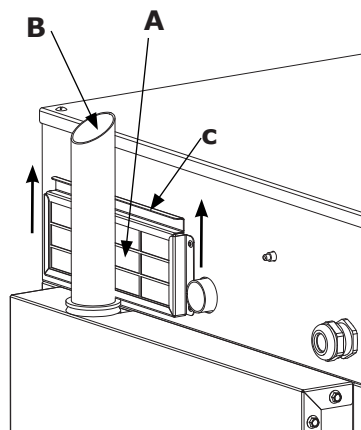

fig. 64
Il filtro si trova sulla parte posteriore del forno (**rif. A - fig. 64**).
1. Afferrare la linguetta del filtro (**rif. C - fig. 64**), e sollevarla facendo scorrere verso l'alto il filtro dal suo alloggiamento.
Lo scarico umidità (**rif. B fig. 64 pag. 39**) espelle i vapori prodotti all'interno della camera di cottura.